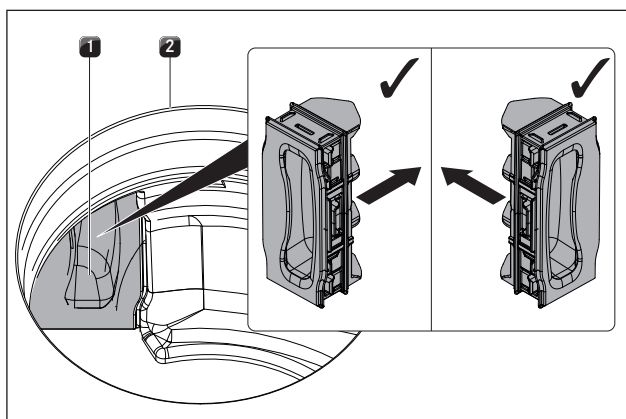

Fig. 8.11 Indsætning af filterudskiftningsklappen
- ▶ Tryk filterudskiftningsklappen ind på indersiden af indstrømningsåbningen så langt som muligt, til den rører ved åbningen i filterhuset (Indsætning af filterudskiftningsklappen, se fig. 8.11).